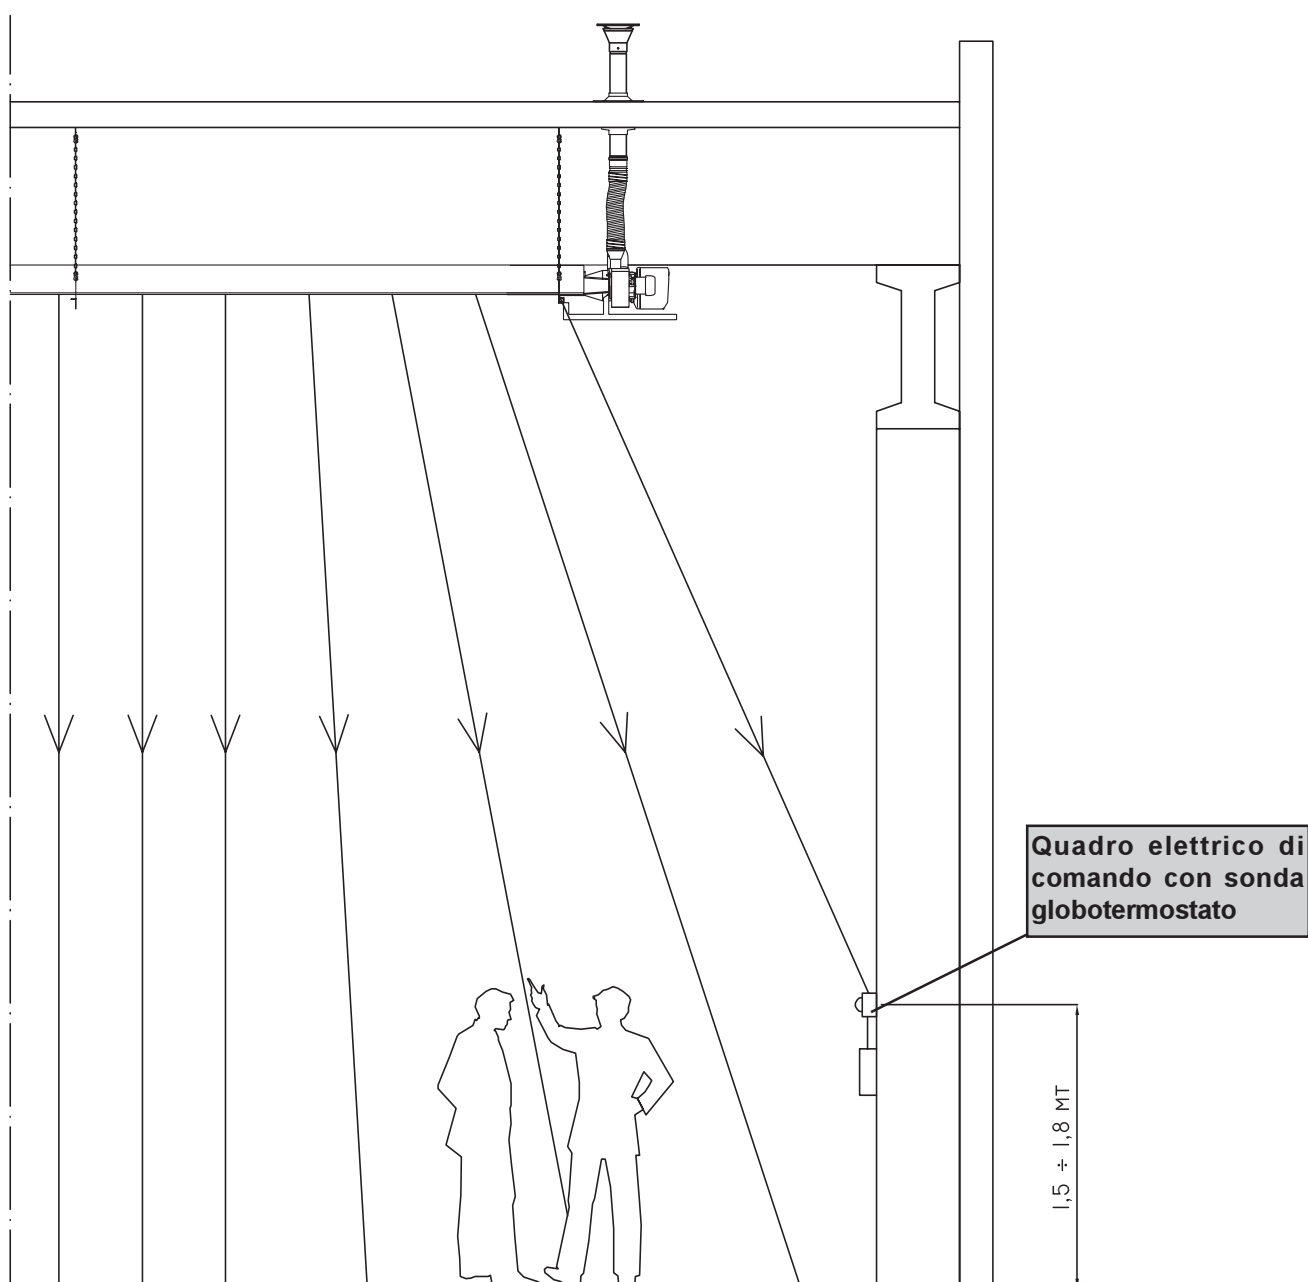

Fig. 36 Posizionamento sonda globotermostato
- Posizionare il termostato ambiente ad una altezza di 1,80 mt da terra ed in una zona tale che la sonda globotermostato possa essere a "vista" dei tubi radianti emittenti; solo in questa maniera infatti la sonda potrà ricevere la radiazione infrarossa emessa dai tubi e controllare così le condizioni di comfort locali (vedi fig. 36).